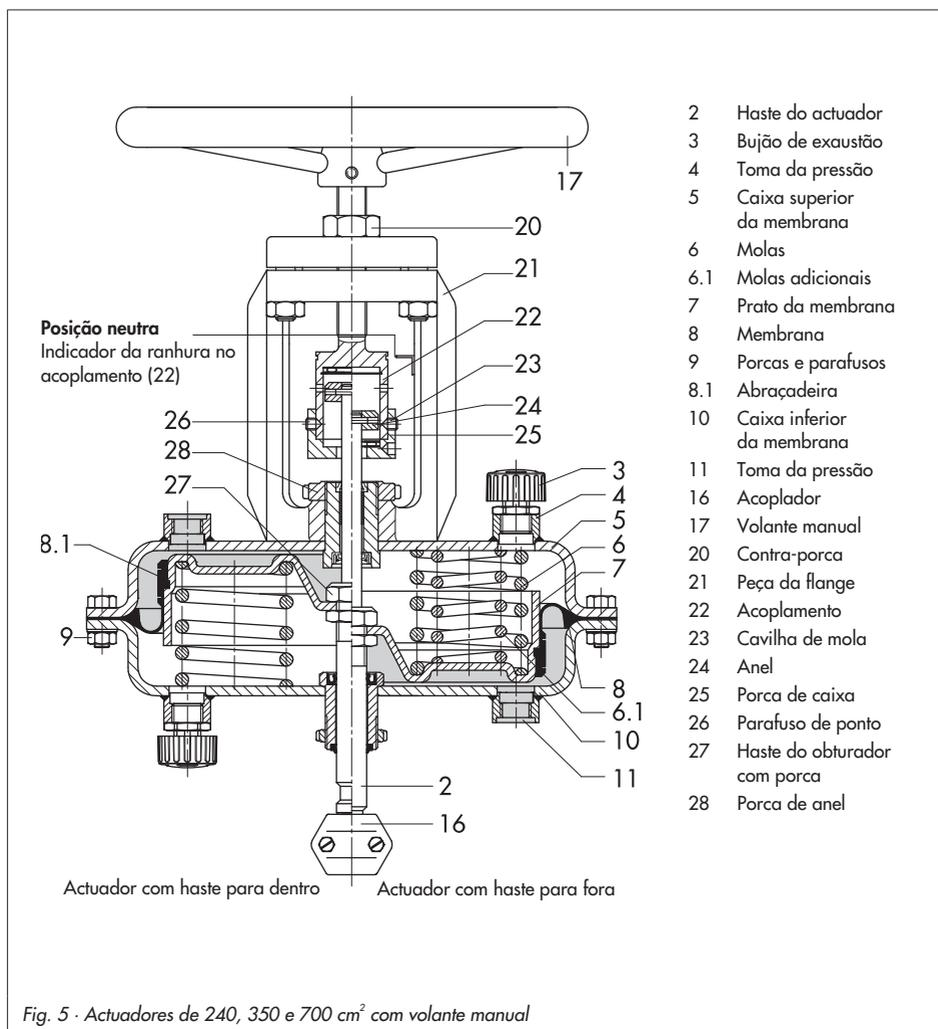

Fig. 5 · Actuadores de 240, 350 e 700 cm² com volante manual
Os actuadores com um **volante manual adicional** (Fig. 5) têm um volante manual que move a haste do actuador depois do mecanismo de bloqueio (contra-porca) ter sido desengatado.
Nota! Aplique apenas o sinal de pressão à câmara da membrana que não contenha as molas. É importante que o bujão de exaustão (3) não esteja bloqueado para conseguir uma operação do actuador sem problemas. Certifique-se que, em versões com um volante manual, a haste do obturador se pode mover livremente quando a válvula está a ser posicionada pelo actuador pneumático movendo o volante manual para uma posição neutra (Fig. 5 para 240 a 700 cm² e Fig. 8 para 1400 e 2800 cm²).
240, 350 e 700 cm² (Fig. 5) apenas